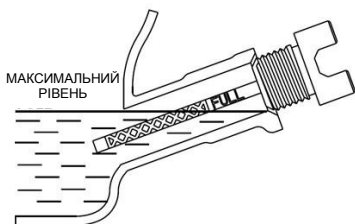

Рисунок 2-8. Безпечний робочий діапазон
6. Щоб перевірити рівень масла, зніміть воронку та вставте шуп у маслозаливну горловину. Див. Рисунок 2-8.